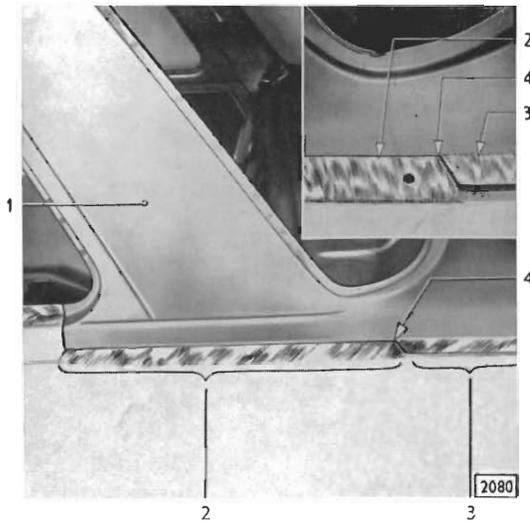

Bild 114 - Oberer Seitenwandflansch an Rückwandscheibensäule
- 3 Seitenwand an Rückwandfenstersäule (siehe auch Bild 114)